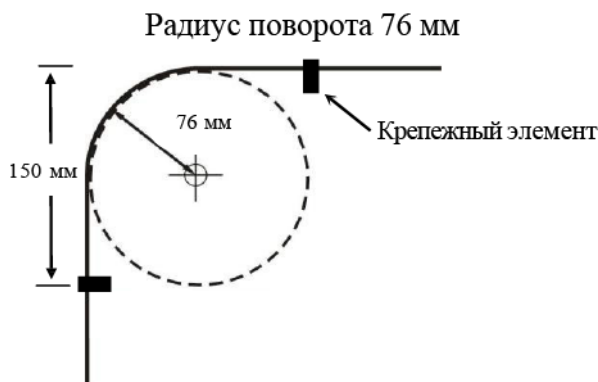

Рисунок 5.5
- **НИКОГДА** не осуществляйте поворот извещателя под углом 90°. Радиус закругления при повороте кабеля должен составлять минимум 76 мм; в районе поворота должны устанавливаться крепежные элементы на расстоянии 150 мм от вершины угла поворота рисунок 5.5.